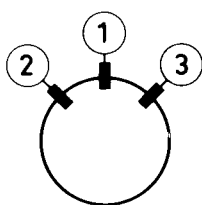

Fig. 5b
Steht die Ablenk-Einheit in der richtigen Stellung, dann Keile ② und ③, von dem der Papierstreifen entfernt worden ist, anbringen (siehe Abb. 5b oder 6b).